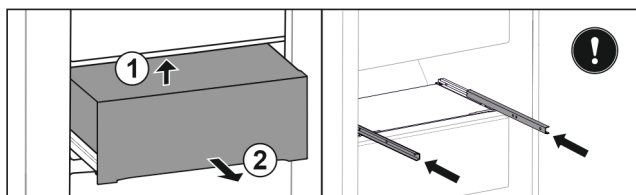

Fig. 40
- ▶ Sollevare il cassetto dal basso sul lato posteriore. Fig. 40 (1)
- ▶ Rimuovere il cassetto tirandolo in avanti. Fig. 40 (2)